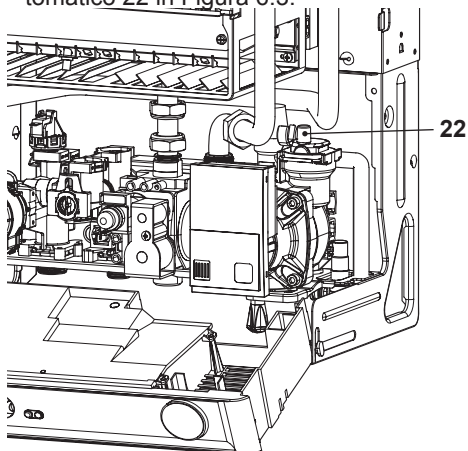

Figura 6.3
- Allentare il tappo della valvola di sfiato automatico 22 in Figura 6.3.